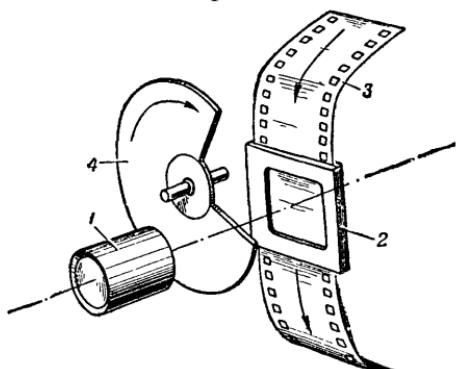

Рис. 27. Схема устройства киносъёмочного аппарата:
В киносъёмочном аппарате есть и объектив и затвор, как в обычной фотокамере. Однако процесс съёмки совершается особым образом. Посмотрите на схематический рис. 27. За объективом (1) помещается рамка (2), через которую проходит киноплёнка (3). Между объективом и рамкой находится врачающийся круг с вырезом (4). Это так называемый обтюратор, врачающийся затвор. Плёнка проходит через рамку не плавным движением, а скачками. Механизм аппарата устроен так, что когда вырез врачающегося затвора находится против объектива (затвор открыт), то плёнка стоит неподвижно в рамке. В то время, когда затвор закрыт и свет от объектива не падает на плёнку, специальный подающий механизм, захватывая отверстия по краям плёнки, передвигает её так, что при следующем очередном открытии объектива в рамке будет находиться свежий участок плёнки, как говорят, новый кадр. При нор-